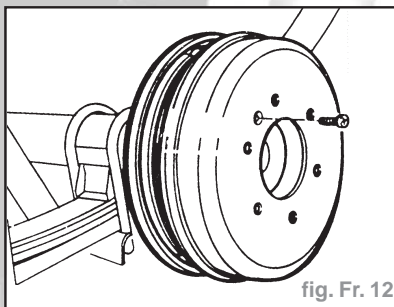

fig. Fr. 12
- Déposer la vis du tambour (fig. Fr. 12).